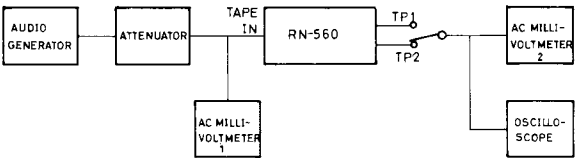

Fig. 3
1. Brancher les instruments de mesure comme illustré Fig. 3.